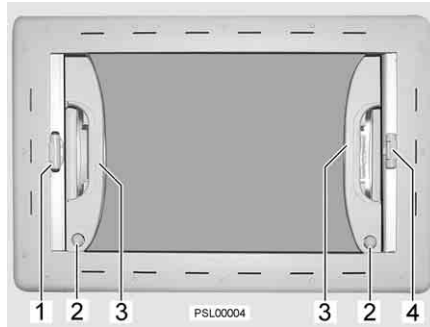

Fig. 14 Toit multiple
- ▷ Le toit multiple ne doit être actionné qu'avec les deux mains sur les poignées (Fig. 14,3).
- Saisir une poignée (Fig. 14,3) d'une main et placer le toit multiple dans la position désirée.
- Quand le toit multiple est ouvert tout droit vers le haut, enfoncer les gâches de sécurité (Fig. 14,2) et pousser le toit multiple vers l'arrière en le tenant par les poignées.
- Appuyer sur les boutons de déverrouillage rouges de la poignée (Fig. 14,1) et tirer sur la poignée du store occultant jusqu'à ce qu'il soit dans la position souhaitée.
- Appuyer sur les boutons de déverrouillage rouges de la poignée (Fig. 14,1). Le dispositif de blocage sera alors débloqué.
- Tirer sur la poignée (Fig. 14,4) de la moustiquaire jusqu'à toucher la poignée du store occultant (Fig. 14,1) située vis-à-vis et la laisser s'enclencher.
- Laisser revenir lentement la moustiquaire en la maintenant par la poignée (Fig. 14,4).